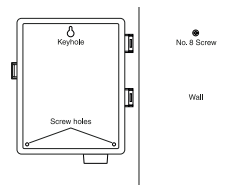

Figure 18: Montage du programmeur
- Connecter le conducteur neutre à la borne désignée par COM [Voir Figure 18].